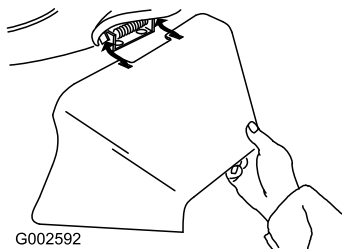

Figura 24
3. Instale el conducto de descarga lateral y cierre la puerta sobre el conducto (Figura 24).